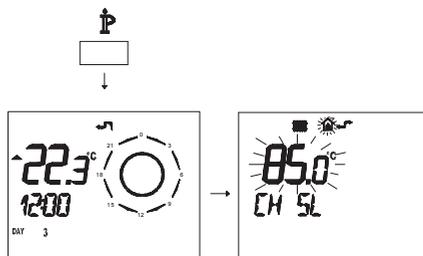

Рис. 5.67
- Нажмите и удерживайте 3 секунды кнопку **P**, чтобы войти в режим **INFO** (Рис. 5.67).